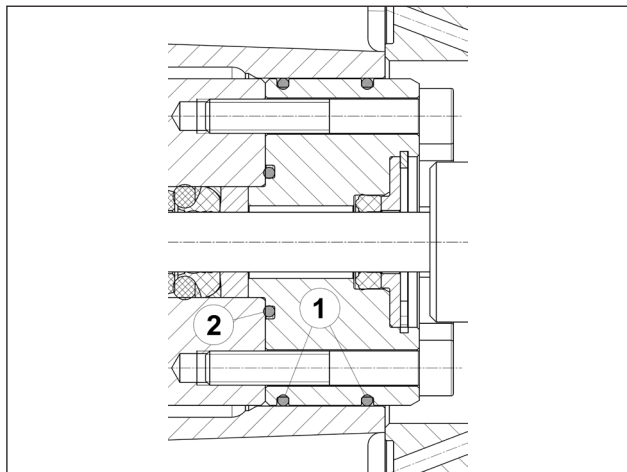
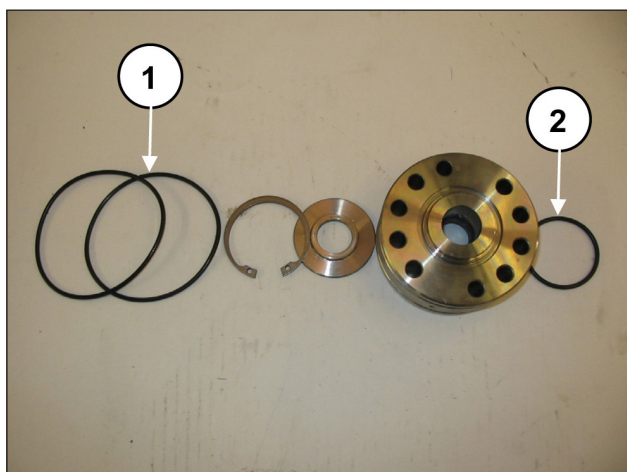

Fig. 127
Fig. 128
Rimontare il gruppo supporto tenute (Fig. 127 e Fig. 128) sostituendo i componenti ① e ②.